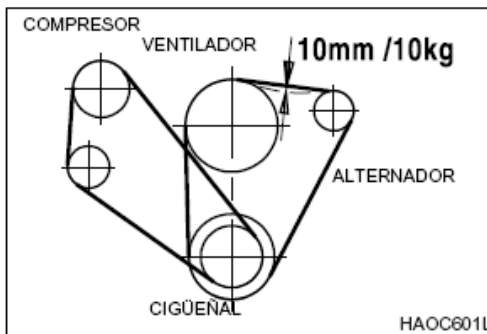

Figura 45
2. Con el motor desactivado, compruebe la tensión de la correa que ejerce una presión sobre la misma en el punto medio entre la polea del ventilador y la del alternador. La correa ha de tener un punto de inflexión de aproximadamente 10 mm. Consulte Figura 45. Para ajustar la correa, afloje los pernos de la placa de ajuste del alternador, regule la tensión de la correa y vuelva a apretar los pernos.